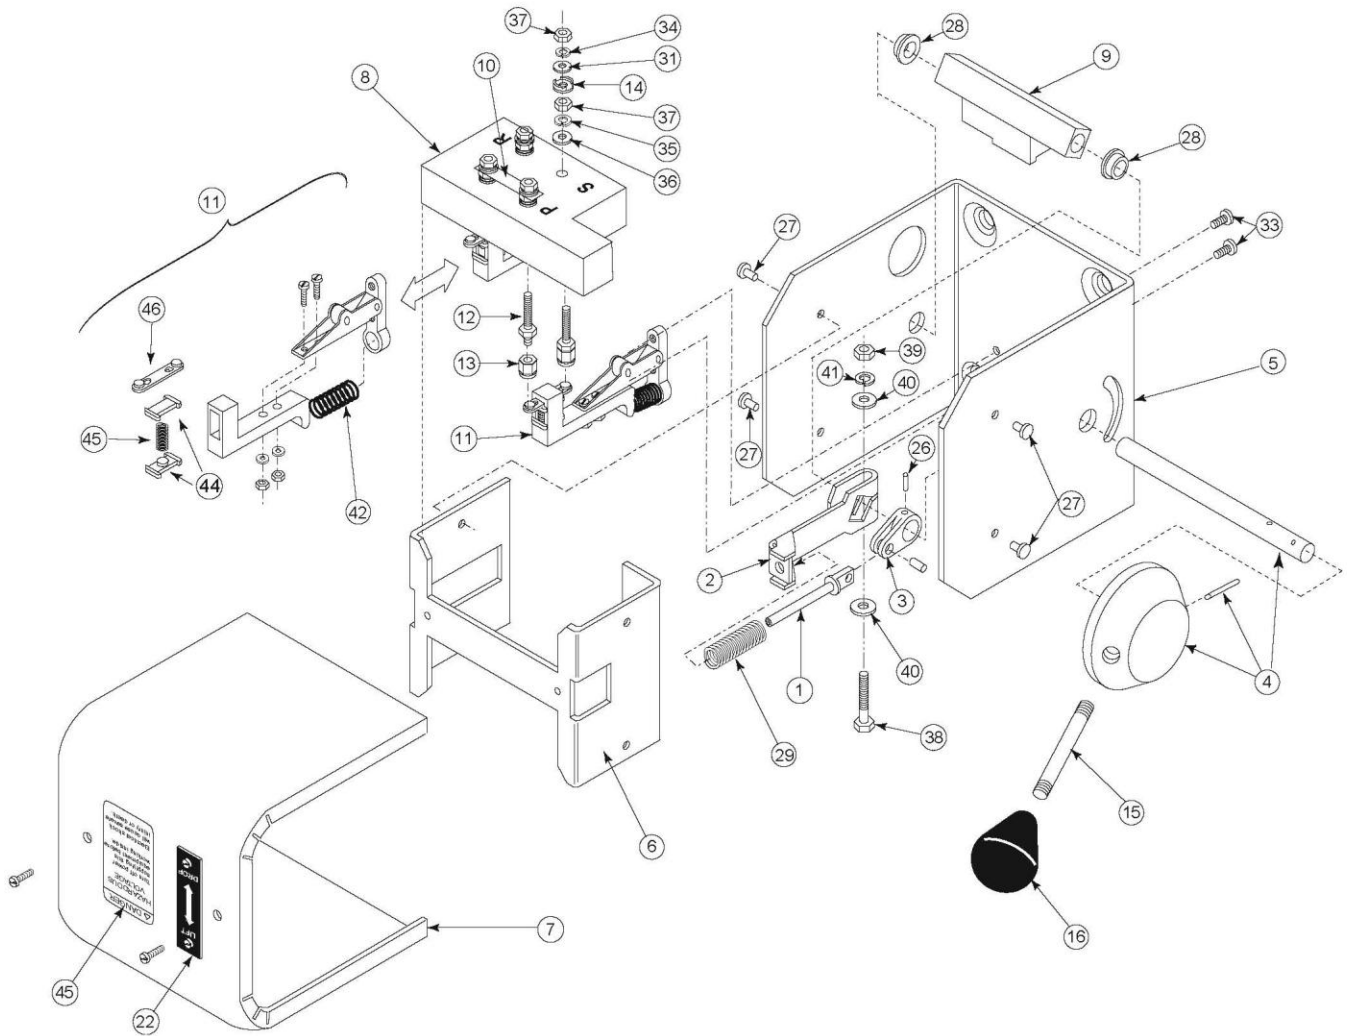

Figura 1: Interrupor maestro clase 6815, tipo MG -1, serie C
**Tabla 2: Lista de piezas del interruptor maestro tipo MG-1, serie C (vea la figura 1)**